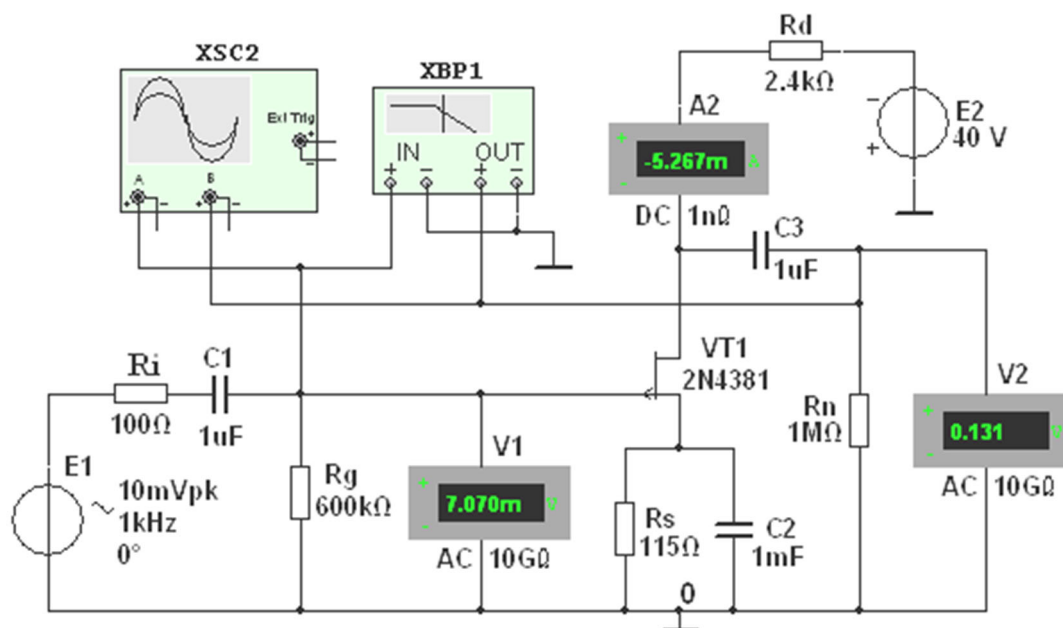

Рис. 24.11
транзисторе с ОИ (рис. 24.11), **ознакомиться** с методикой расчёта параметров элементов схемы и **установить** их в диалоговых окнах компонентов.
Схема усилителя на *полевом* транзисторе с ОИ (рис. 24.11) выполнена на транзисторе **VT2** типа **2N4381** с управляющим *p-n*-переходом и каналом *p*-типа, работающим при напряжении  $U_C < 0$  ( $U_{C.max} = -25$  В;  $I_{C.max} = 12$  мА) и напряжении  $U_{ЗИ} \geq 0$  ( $U_{З0} = 1,8$  В). Такой режим может быть обеспечен одним источником питания **E2** с применением так называемого "автоматического смещения". Суть его заключается в следующем.
Итак, параметры усилителя на полевом транзисторе с ОИ (рис. 24.11):
**Скопировать** схему усилителя (рис. 24.11) с установленными параметрами и показаниями приборов для одного из режимов работы на страницу отчёта по работе.